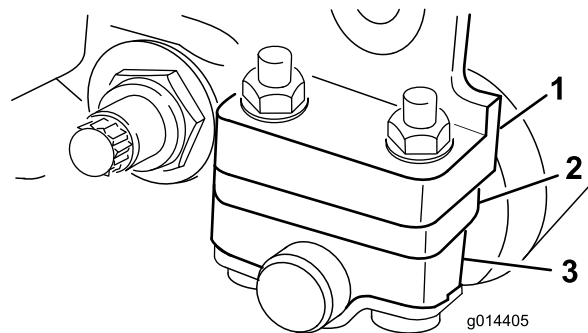

Figura 7
1. Ajuste os suportes do rolo traseiro na altura desejada do limite de corte posicionando a quantidade necessária de espaçadores por baixo da flange de montagem da placa lateral (Figura 7) de acordo com o quadro Tabelas de seleção de alturas de corte e lâminas de corte (página 13).